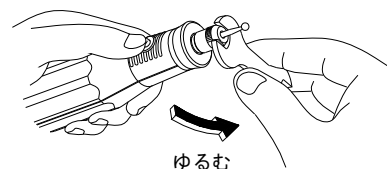

図9
5. 先端ビットを取り外す時は、ロックボタンを押し込み回転軸を止め、両口スパナを使ってチャッキングナットをゆるめます。(図9)